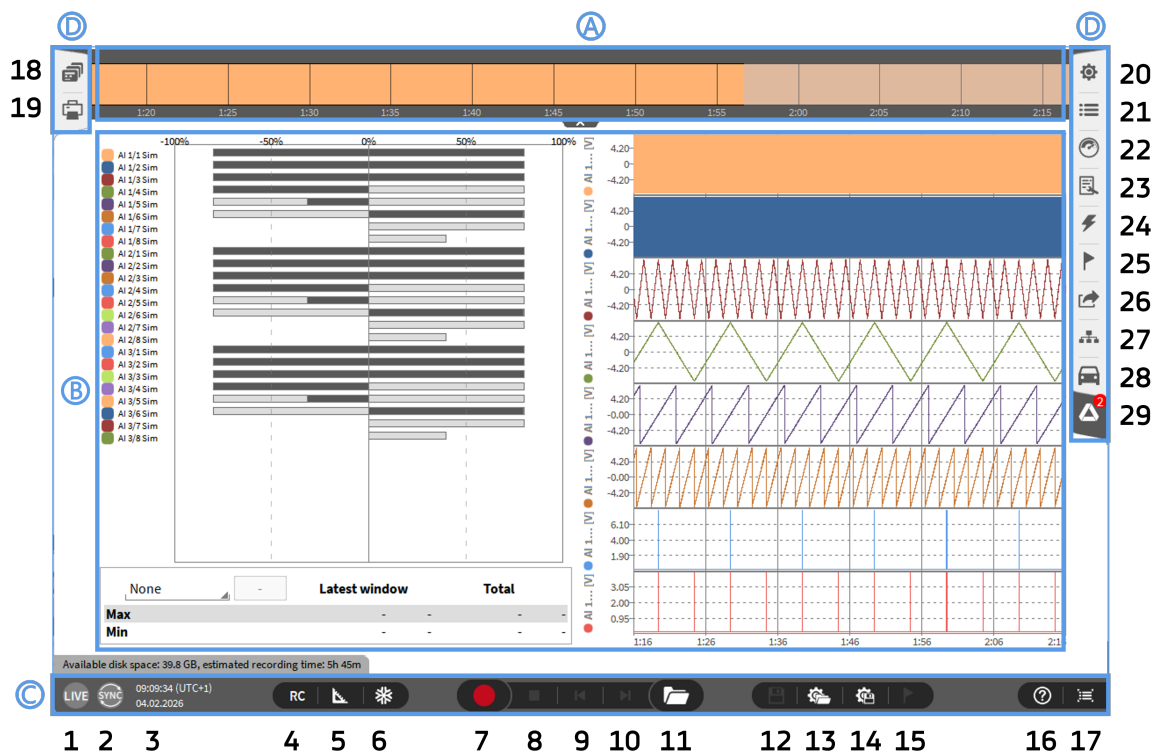

Abb. 3.5: Softwareübersicht
Die Aussteuerungsanzeige (siehe Aussteuerungsanzeige) wie auch das Linienschreiber-Instrument (Linienschreiber), welches die ersten 8 analogen Eingangskanäle darstellt, ist Bestandteil des OXYGEN Standard Messbildschirmes (Abb. 3.5).
Zeigt den aktuellen Softwaremodus. OXYGEN hat drei verschiedene Arbeitsmodi: *LIVE*, *REC* und *PLAY*. Der zurzeit verwendete Software-Modus ist in der Aktionsleiste (siehe ① in Abb. 3.5) zu sehen. Die Eigenschaften der verschiedenen Modi werden im Folgendem erklärt: